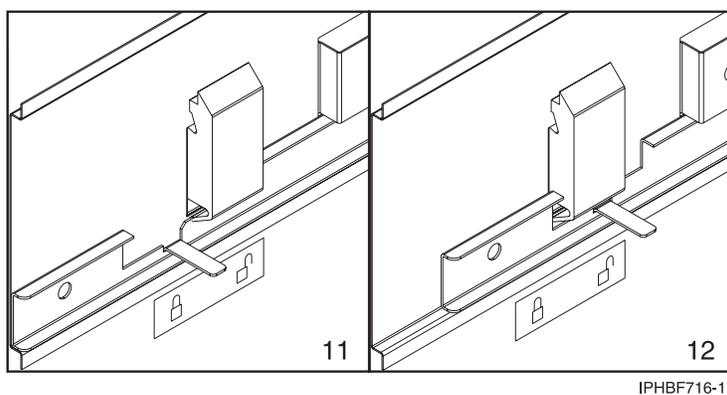

Figure 106. Positionnement de l'autocollant Verrouillé/Déverrouillé sur le panneau
- e. Placez un autocollant Verrouillé/Déverrouillé sur la partie intérieure du panneau afin que le taquet se trouve sur le symbole Verrouillé lorsque la glissière est en position de verrouillage (11) (voir la figure 106, à la page 108) et sur le symbole Déverrouillé (12), lorsque la glissière est déverrouillée.